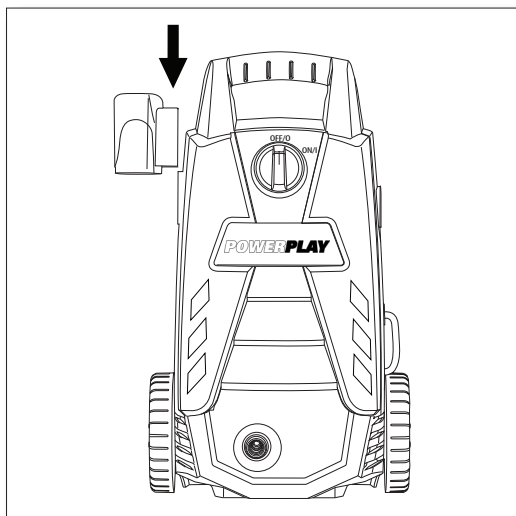

Fig. 2
- Glissez le support de pistolet de pulvérisation sur le côté gauche de la laveuse à pression lorsque vous y faites face. Ne nécessite pas de vis. (**Fig. 2**)